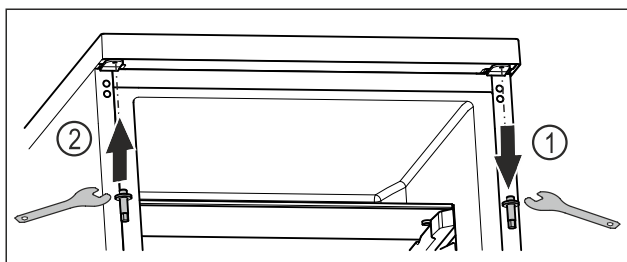

Fig. 18
- Išsukite viršutinį kaištį raktu su išoriniu šešiabriauniu. Fig. 18 (1)
- Priveržkite kaištį priešingoje pusėje raktu su išoriniu šešiabriauniu. Fig. 18 (2)